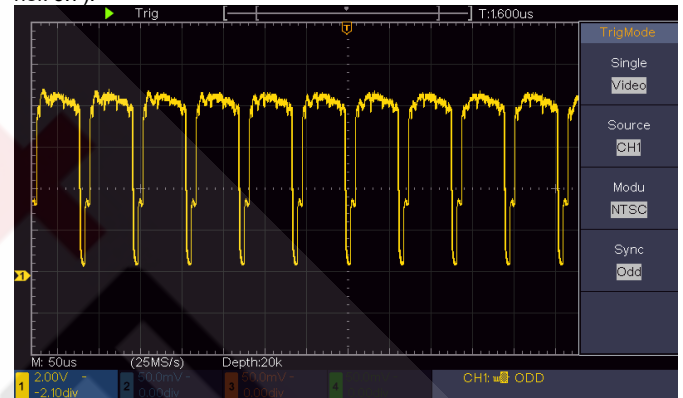

Рисунок 6.7. Осциллограмма, сформированная при запуске по синхроимпульсу кадра видеосигнала
- 7) Поворотом регуляторов «**Scale**» и «**Position**» в поле управления вертикальной (**Vertical**) и горизонтальной (**Horizontal**) системами приведите осциллограмму к оптимальному виду (см. рисунок 6.7).